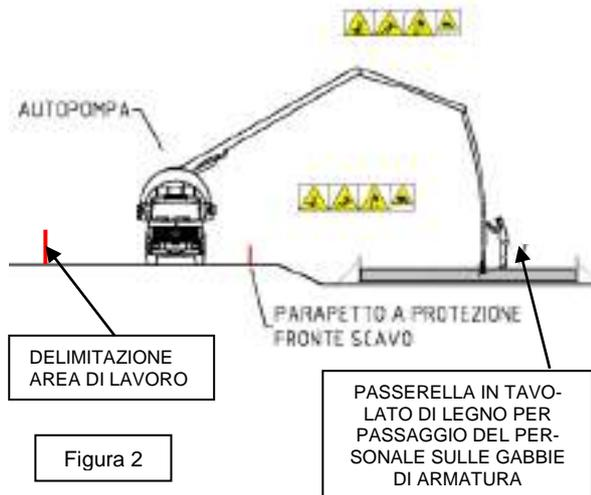

Figura 2
- La realizzazione delle opere gettate deve avvenire previa predisposizione di piani di lavoro passerelle realizzate con solido tavolato di legno (NO casseri ma tavole da ponteggio) – Cfr. Figura 2 pag. seguente.